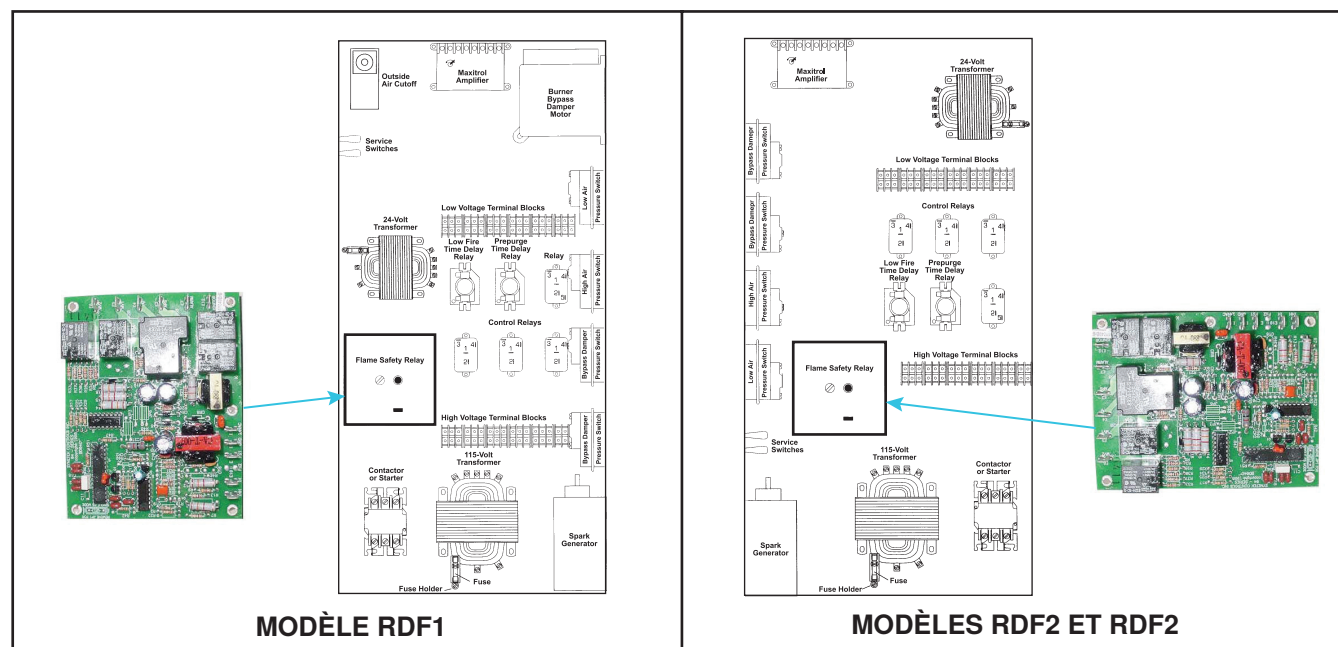

Figure 56. Remplacement du contrôleur d'allumage
3. Remplacez le relais de sécurité de flamme par un contrôleur d'allumage (voir **Figure 56**) :